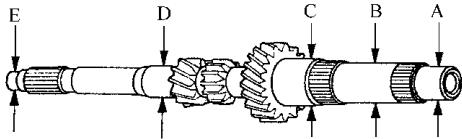

图 4-71 主轴检查测量点
1) 检测齿轮表面和轴承表面是否磨损或损坏，如图 4-71 所示，分别在 A、B、C、D、E 点测量主轴。如果主轴的任何部分小于维修极限(E 除外)，则换上一个新的主轴。